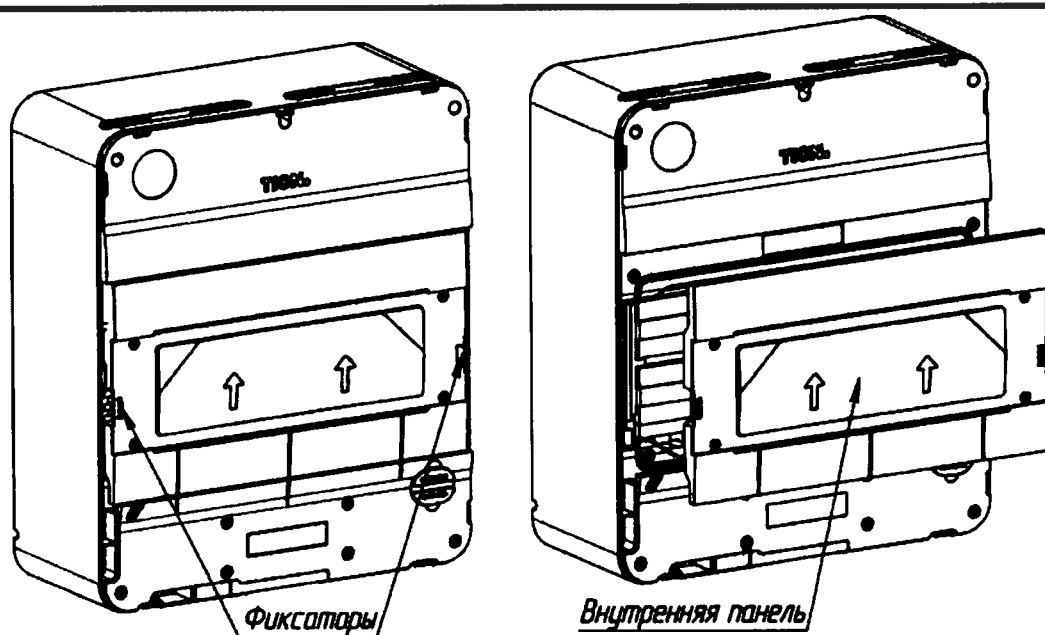

Рисунок 6.3 – Снятие внутренней панели
6.3.2 Снимите внутреннюю панель, надавив на фиксаторы (рисунок 6.3).